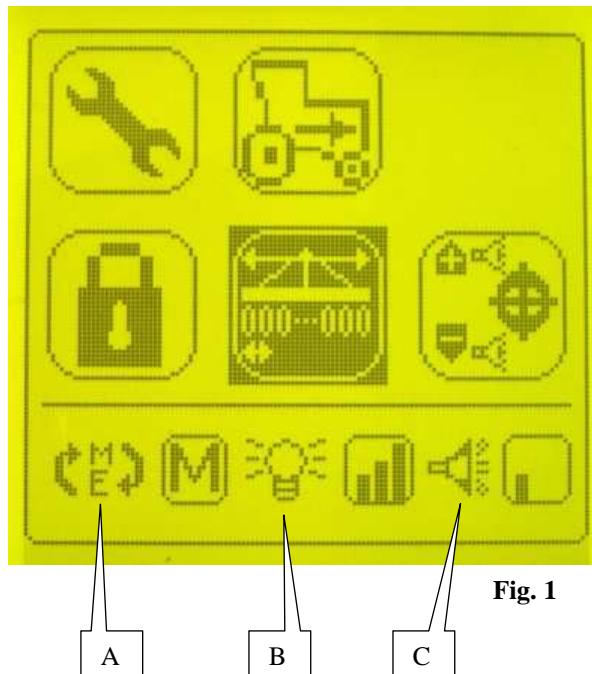

Fig. 1
Dopo avere messo in tensione la consolle  . La consolle passa sulla schermata principale (fig. 1). Premere più volte il
a) Paramétrage utile de la console (Fig. 1)